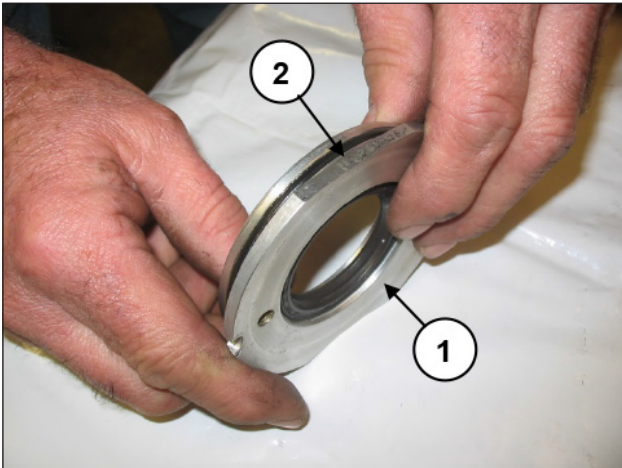

图 116
更换油封（位置①，图 116）和外部O形圈（位置②，图 116）。